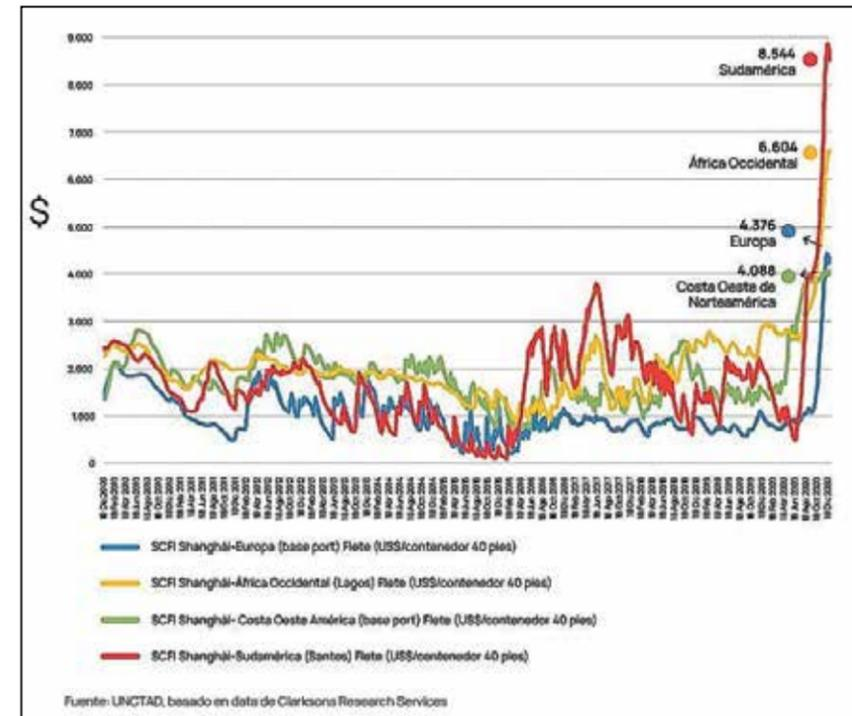
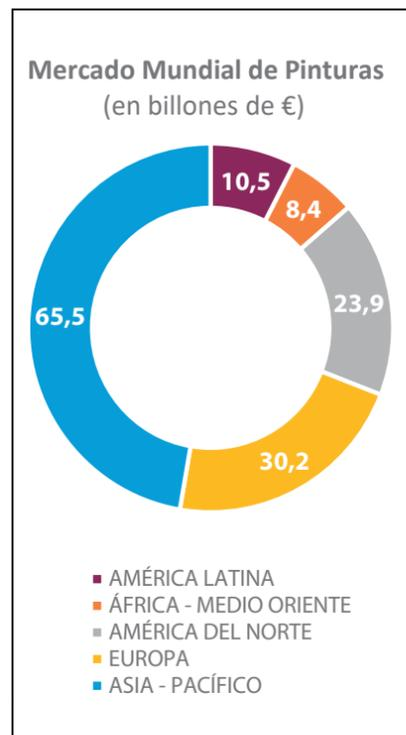

Figura 2. Los valores de índices de fletes muestran un incremento muy significativo
Figura 1: Mercado mundial de pinturas y recubrimientos por valor en 2019
Al considerar el mercado mundial de recubrimientos, generalmente se divide en cinco regiones mundiales, con un valor de 138.500 millones (MM) de euros y un volumen de 46 400 MM de litros (Figura 1). El mercado se divide en tres segmentos que se discutirán en detalle más adelante en este artículo: recubrimientos arquitectónicos (=Hogar y Obra = pinturas decorativas), OEM (aplicados en fábrica) y recubrimientos especiales (Figura 2). Europa y América del Norte (EE. UU. Y Canadá; México cae en América Latina) muestran divisiones de mercado muy similares entre sí, tanto por valor como por